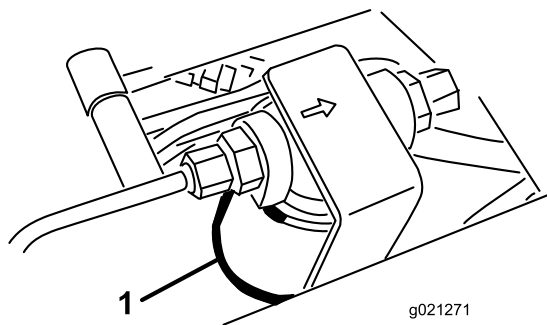
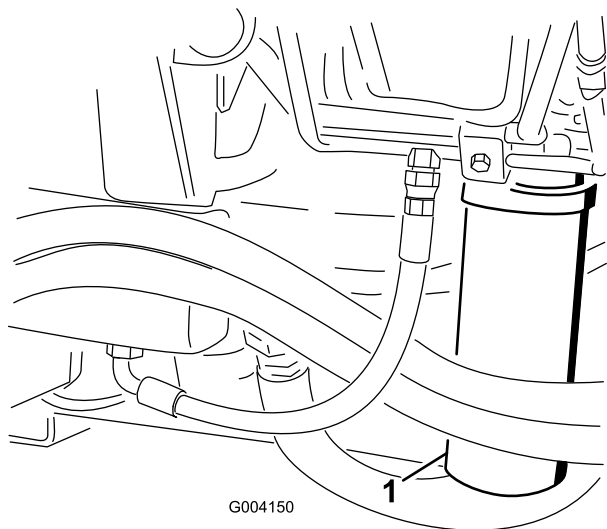

Figure 90
Figure 91
2. Nettoyez la surface autour de la zone de montage du filtre et placez un bac de vidange sous le filtre (Figure 90) et (Figure 91).